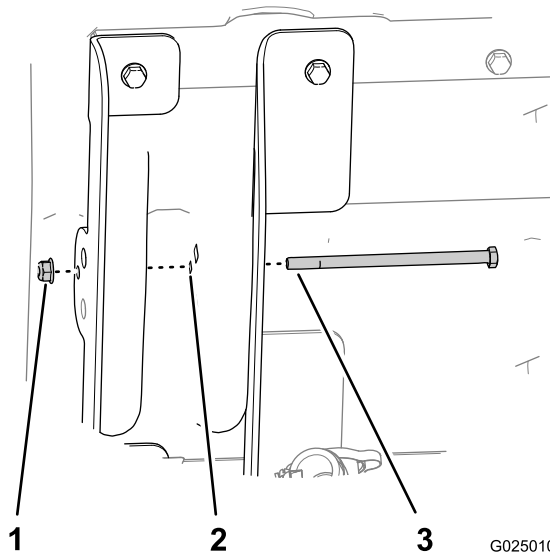

Figure 16
7. Insérez le boulon à tête hexagonale (5/16 x 5-1/2 po) dans le trou de 7,9 mm du support de relevage intérieur (brides longues), la structure du plateau et le support de relevage extérieur (brides courtes), comme montré à la Figure 16.
8. Fixez le boulon avec l'écrou à embase (5/16 po) serré à la main (Figure 16).
11. Serrez fermement l'écrou à embase qui fixe le boulon (5/16 po) (Figure 16).